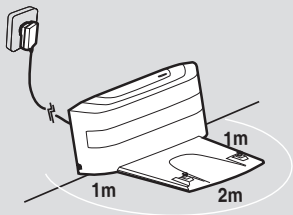

Fig. 2
Koppla in huvudströmadaptern och anslut till laddningsstationen. [Fig. 2]
3. Det får inte finnas något föremål i området runt laddningsstationen inom 2m framför och 1m på varje sida. [Fig. 2]